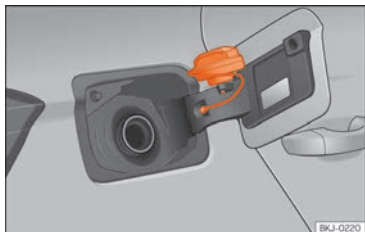

Fig. 181 Tampa do depósito com o tampão encaixado.
- Coloque-a no espaço existente na dobradiça da tampa aberta »» Fig. 181.